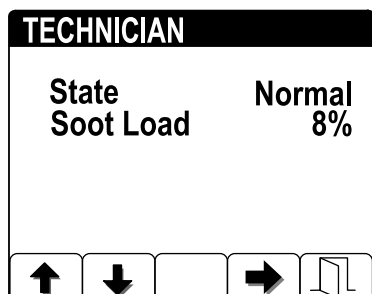

Bild 40
- Zeigen Sie die Rußlast an, die als Prozentsatz des Rußes im Dieselpartikelfilter (**Bild 40**) gemessen wird, siehe Tabelle für die Rußlast.